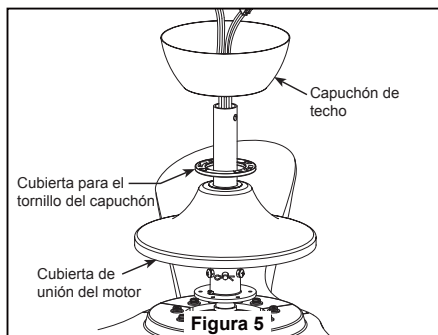

Figura 5
- ☐ 5. Pase los cables a través de la cubierta de unión del motor, la cubierta para el tornillo del capuchón y el capuchón de techo. (Figura 5)